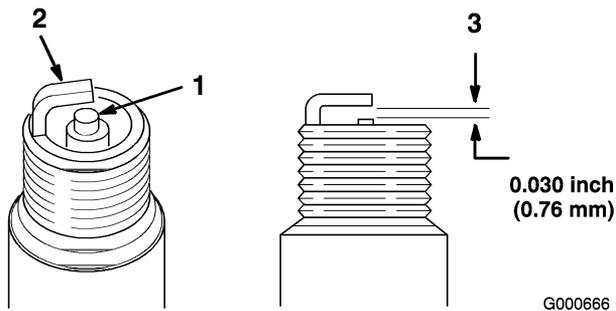

Figure 37
1. Examinez le centre des bougies (Figure 37). Si le bec de l'isolateur est recouvert d'un léger dépôt gris ou brun, le moteur fonctionne correctement. S'il est couvert d'un dépôt noir, c'est généralement signe que le filtre à air est encrassé.
2. Contrôlez l'écartement entre l'électrode centrale et l'électrode latérale (Figure 37). Courbez l'électrode latérale (Figure 37) si l'écartement est incorrect.